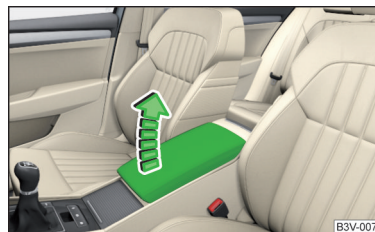

Abb. 77
- Die Armlehne in Pfeilrichtung in eine der sechs Raststellungen anheben » Abb. 77.